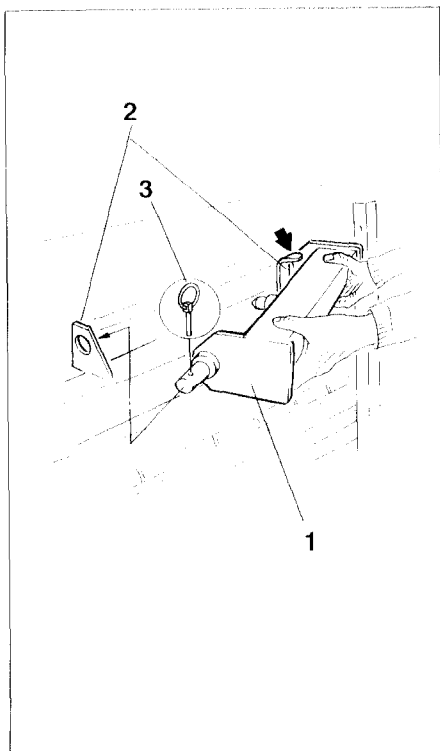

Fig. 20.9
- Der Unterlenkerdrehpendel (Fig. 20.9/1) ist vorne unter dem Saatkasten in einer Halterung (Fig. 20.9/2) befestigt und mit einem Klappstecker (Fig. 20.9/3) gesichert.
- Unterlenkerdrehpendel (Fig. 20.9/1) der Halterung entnehmen. Der Klappstecker wird zur Befestigung des Unterlenkerdrehpendels an der Zugdeichsel wieder verwendet.
- Unterlenkerdrehpendel in der Halterung (Fig. 20.9/2) befestigen und mit einem Klappstecker (Fig. 20.9/3) sichern.